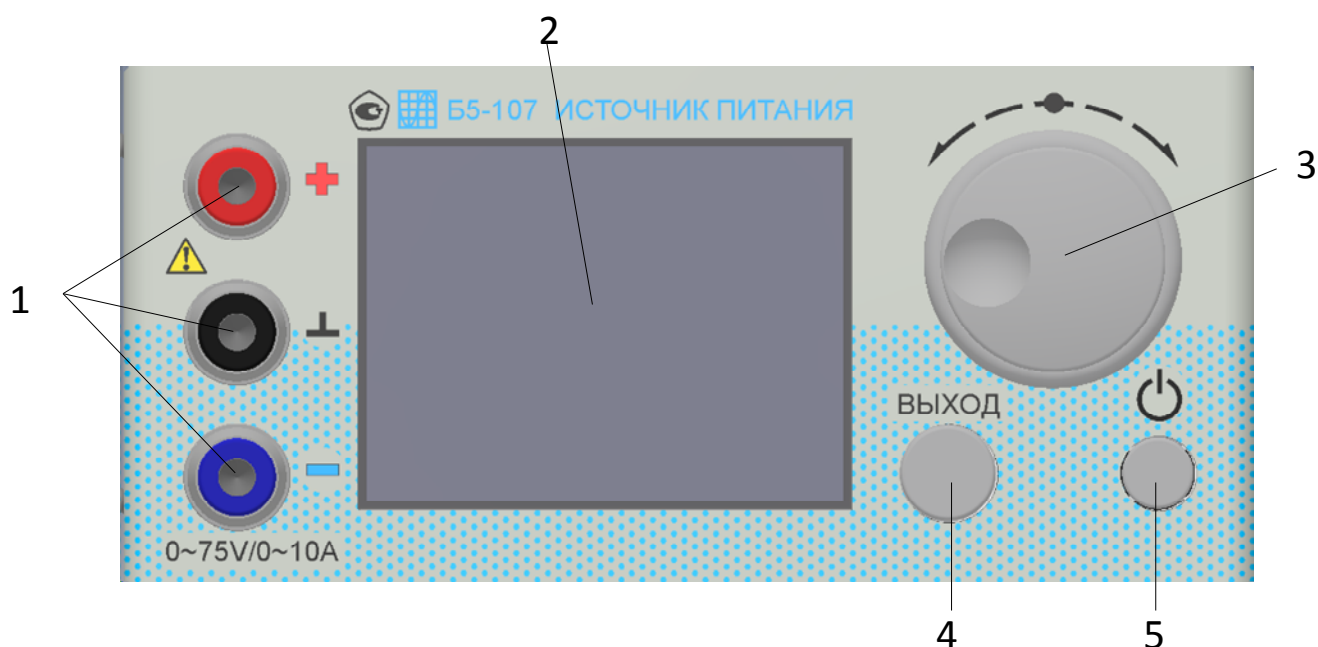

Рисунок 3 Расположение органов управления передней панели
2.2.4.1 На передней панели источника питания (см. рисунок 3) расположены следующие органы управления: